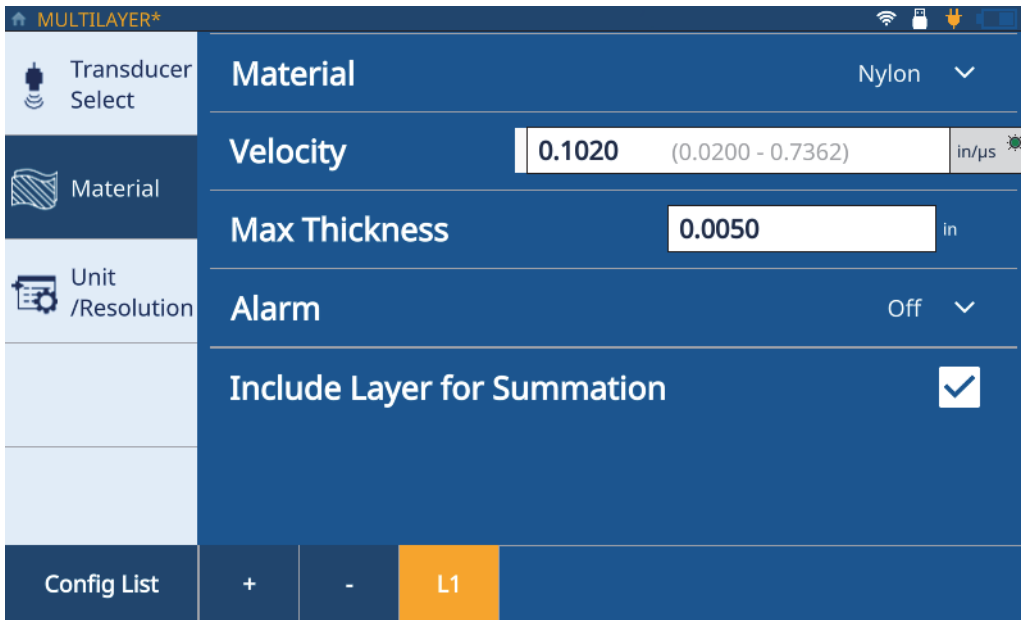

Figura 2-5 Pestaña de material de múltiples capas (MULTILAYER)
8. Pulse la pestaña **Material** (ver Figura 2-5 en la página 20 en la que la sigla L1 representa la primera capa) y, después, seleccione su material a partir de la lista descendente. El medidor refrescará automáticamente la velocidad en el material.